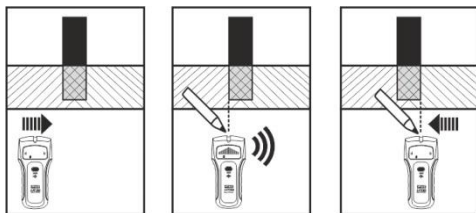

Fig. 3: Escaneo de búsqueda de objeto conductivo
4. Empuñe el instrumento por la parte inferior y muévelo lentamente sobre la superficie de izquierda a derecha (vea la Fig.3 – parte izquierda)
5. Cuando la barra grafica central se muestra en el visualizador (vea la Fig. 3 – parte central) el instrumento emite un sonido continuo. Detenga el instrumento y marque el borde inicial del objeto sobre la superficie
6. Prosiga con el escaneo de búsqueda por la superficie hasta que la barra gráfica desaparezca y el sonido se detenga (vea la Fig.3 – parte derecha). Marque el borde final del objeto